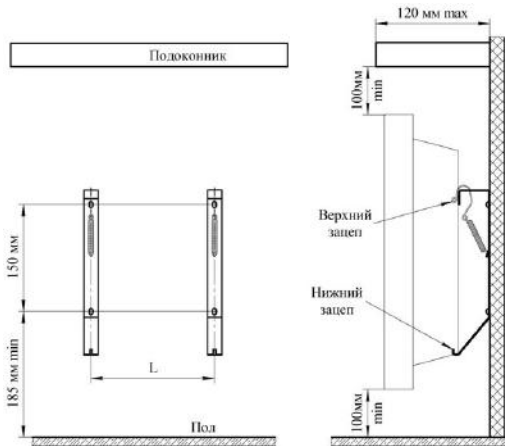

Рис. 1
4.4 Для установки конвектора выполните на стене разметку под крепёжные отверстия (см. рис.1, табл.2) и закрепите кронштейны для установки конвектора на стене, любым доступным способом, обеспечив надёжное крепление конвектора в течении всего срока эксплуатации.
4.5 Совместите прямоугольные отверстия на задней стенке конвектора с верхними зацепами кронштейнов (рис. 1) и наденьте конвектор на зацепы.
Внимание! Категорически запрещается включать и эксплуатировать конвектор без его закрепления на кронштейнах на стене. Включать и эксплуатировать конвектор допускается только в вертикальном положении, как показано на рис. 1.